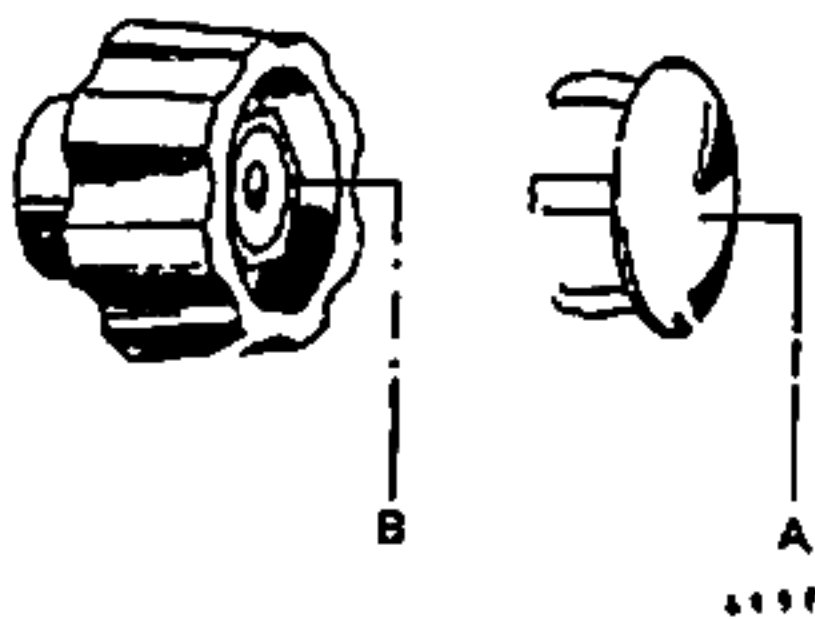

Fig. 34. Het verwijderen van een knop
1. Verwijder het dopje „A” (b.v. met de nagels van duim en wijsvinger), zie fig. 34, blz. 61.